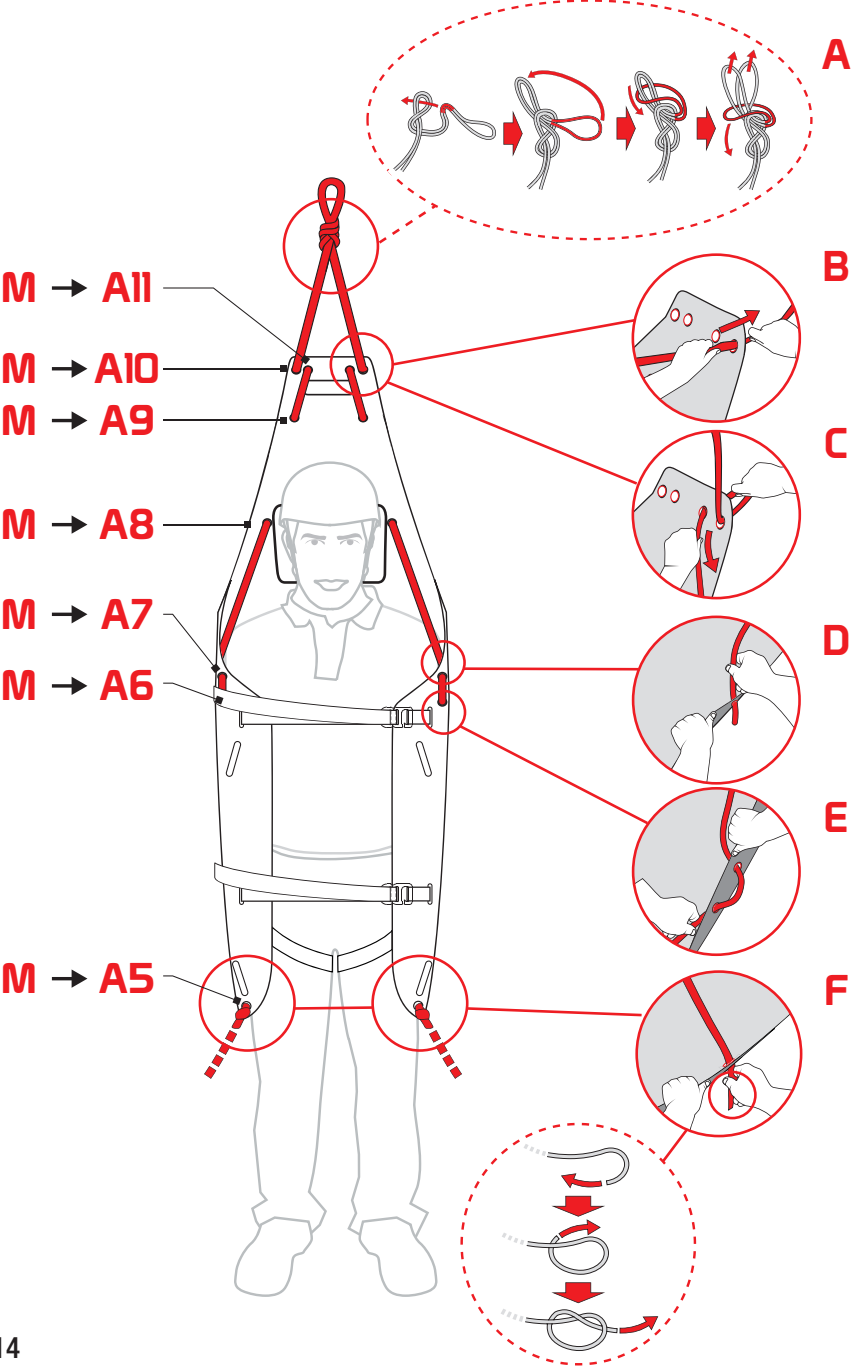

Abb. 14
c) Vertikales Heben/Abseilen am Seil: das Seil (M) in die Löcher von A5 bis A11 der Liegefläche einfädeln (Abb. 14).